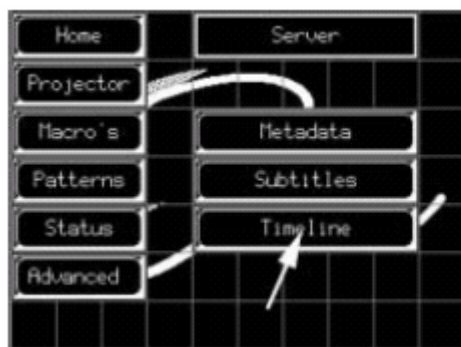

图 10-78 时间线选中
1. 按“**Timeline**”（时间线）按钮。（图 10-78）